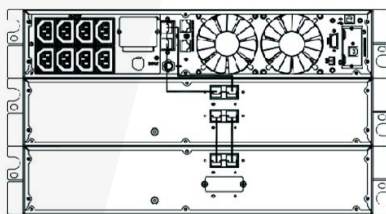

Рис. 10 Типовая установка ЕВР
d. Если вы устанавливаете более одного ЕВР, для каждого дополнительного ЕВР снимите направляющие для кабеля ЕВР сверху и снизу передней крышки ЕВР. Смотри рис. 10.
e. Подключите кабель ЕВР в аккумуляторный разъем как показано на рис.10. К ИБП может быть подключено до четырех внешних батарейных кабинетов. Соедините черным с черным разъемы.